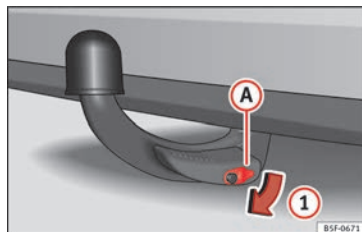

Fig. 186 Retirer le cache de la serrure
- Retirez le cache **(A)** de la serrure dans le sens de la flèche **(1)** » fig. 186.